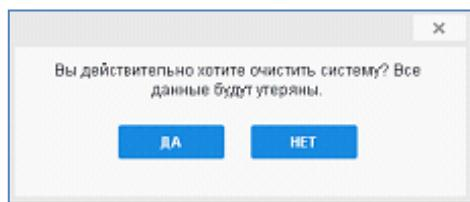

Рисунок 94 - Подтверждение очистки системы
- 3) В результате появится модальное окно, в котором необходимо подтвердить действие (нажать на кнопку «Да»). Если необходимо отменить действие, нажать на кнопку «Нет» в модальном окне (см. Рисунок 94).